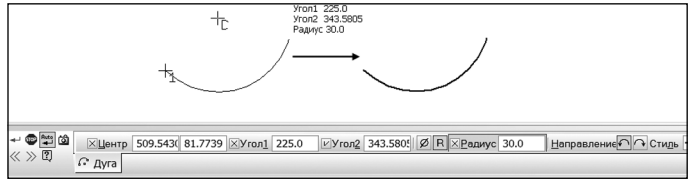

Рис. 10.31. Команда «Дуга»
- Кнопка **Дуга**  предназначена для построения произвольно расположенной дуги (рис. 10.31). Для этого сначала